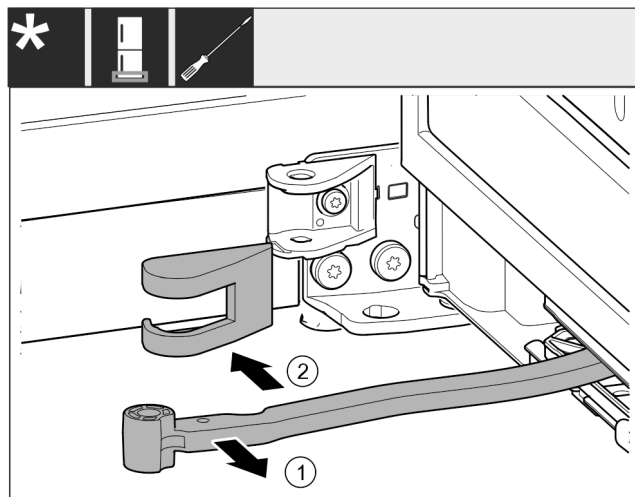

Fig. 14
- Rotiți articulația în direcția ușii. Fig. 14 (1)
- Îndepărtați apărătoarea suporturilor de lagăr. Fig. 14 (2)